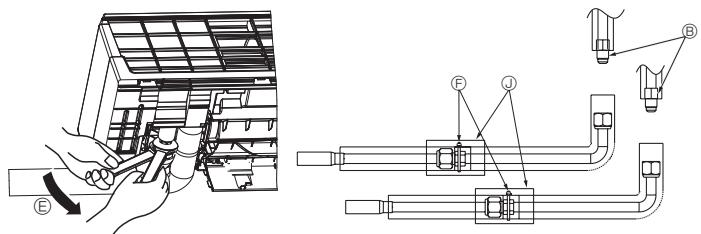

Fig. 3-18
- Dirija el conector en forma de L hacia la dirección de salida de la tubería y apríételo con dos llaves. (Fig. 3-18)